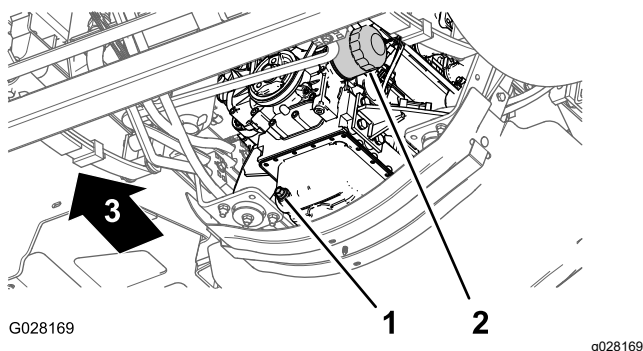

図 76
- エンジンオイルフィルタの下にオイルを受ける容器をおく図 76。
- 古いオイルフィルタ図 76を外す。
- アダプタにフィルタを取り付け、ガスケットがアダプタに当たるまでフィルタを右に回し、そこから更に 1/2 回転増し締めする図 76。
- ドレンプラグの下にオイルを受ける容器をおく図 76。
- ドレンプラグ 図 76 を外して排出されるオイルを回収する。